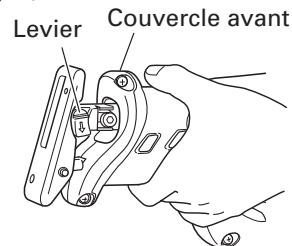

Fig. 2
- (1) Allumer puis éteindre l'interrupteur gâchette plusieurs fois de suite de façon que le levier puisse sortir complètement du couvercle avant. (Fig. 2)
- Allumer puis éteindre l'interrupteur-gâchette plusieurs fois de suite de façon que le levier puisse sortir complètement du couvercle avant. Ensuite, couper l'interrupteur et débrancher le cordon d'alimentation. (Fig. 2)
- Ne pas retirer le couvercle avant (voir la Fig. 2).